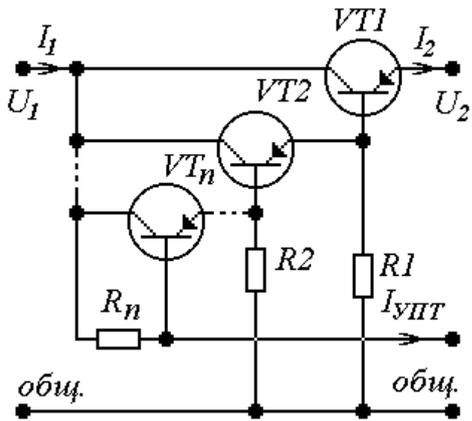

Рис.1. Вариант 1
$$U_{1ном} \geq \frac{U_{2ном} + 4}{1 - 2\delta_1 - q_1}, \text{ для рис. 1, 2.} \quad (1)$$
$$U_{K1} = (1 + \delta_1 + q_1)U_{1ном} - U_{2ном}, \text{ для рис. 1, 2, 3, 4, 5, 6, 7, 8.} \quad (4)$$
$$I_{РЭmax} = I_{2max}, \text{ для рис. 1, 2, 3, 4, 5, 6, 7, 8.} \quad (7)$$
$$I_{Kl} = \frac{I_{РЭmax}}{\prod_{j=0}^{l-1} K_{lj}}, \quad l=1 \dots n, \quad K_{l0} = 1, \text{ для рис. 1} \dots 10. \quad (9)$$
$$K_{I_l} = \beta_l + 1, \quad l=1 \dots n, \text{ для рис. 1, 2, 3, 4, 5, 6, 9, 10.} \quad (10)$$
$$R_l \leq U_{2ном} / I_{KO_l}, \quad l=1 \dots (n-1), \text{ для рис. 1, 2, 3, 4, 5, 6.} \quad (12)$$
$$R_n \leq \frac{\left( (1 - \delta_1 - q_1)U_{1ном} - U_{2ном} - \sum_{i=1}^n U_{БЭ_i} \right) \prod_{i=1}^n K_{I_i}}{I_{PЭmax}}, \text{ для рис. 1, 2.} \quad (15)$$
$$I_{УПТmax} = \frac{(1 + \delta_1)U_{1ном} - U_{2ном}}{R_n}, \text{ для рис. 1, 2.} \quad (17)$$
$$R_i = \left( \sum_{l=1}^n \frac{\prod_{i=0}^{l-1} K_{I_i}}{r_{d_l}} + \frac{\prod_{i=0}^n K_{I_i}}{R_n} \right)^{-1}, \text{ для рис. 1, 2.} \quad (24)$$
$$R_{exPЭ} = \sum_{l=1}^n \left[ \left( \frac{1}{r_{ex_l}} + \frac{1}{R_l} \right)^{-1} \prod_{i=0}^{n-l} K_{I_i} \right], \text{ для рис. 1, 2, 3, 4, 5, 6, 9, 10.} \quad (27)$$